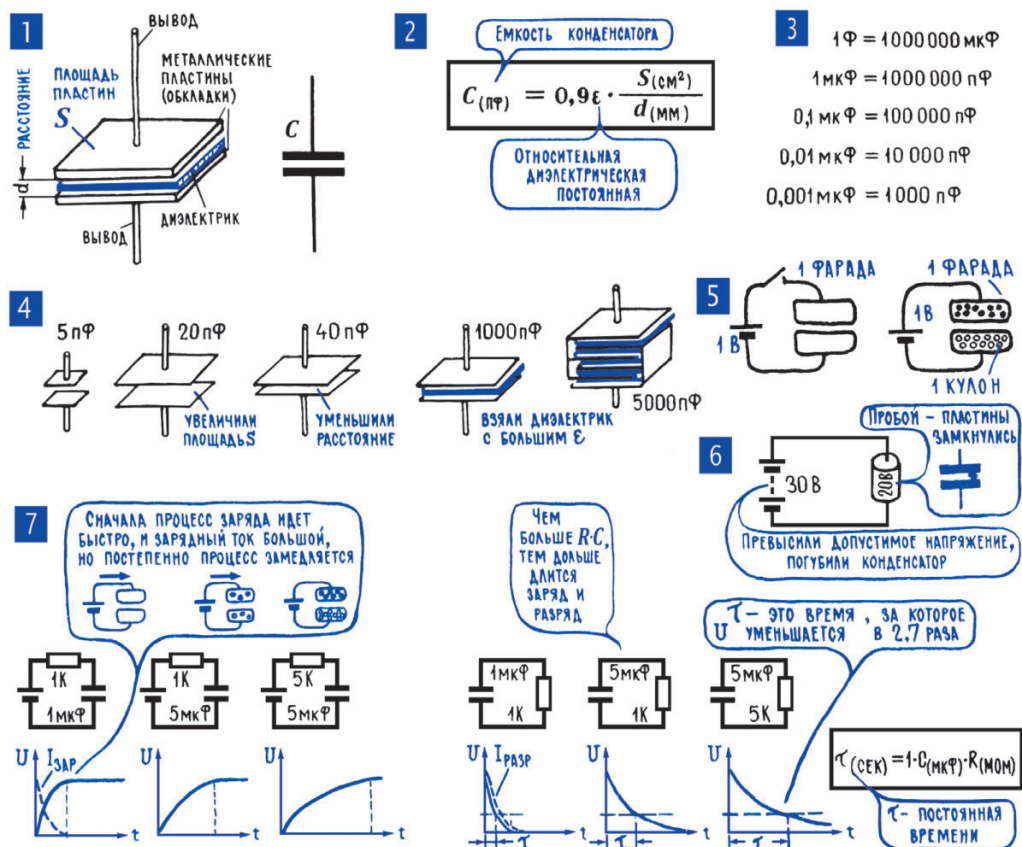

Рис. 4.14. Конденсаторы
Если расположить одну над другой две металлические пластины и на короткое время подключить их к генератору, то на пластинах накопится какое-то количество зарядов, и они будут оставаться там довольно долго. То, что заряды не уходят с пластин, можно упрощенно объяснить так: пластины эти находятся близко, и разноименные заряды своими электрическими полями притягиваются друг к другу и не дают друг другу уйти с пластин. Такой пластинчатый накопитель зарядов называют конденсатором (рис. 4.14; 1) и на схемах обозначают буквой С (от слова capacitor – накопитель). Конденсаторы различаются формой пластин и веществом (изолятором), которое находится между ними. Обкладки конденсатора – так часто называют его пластины – в простейших случаях выполняют в виде дисков, вставленных друг в друга трубок или свернутых в спираль металлических лент из фольги.
14. Емкость конденсатора характеризует его способность накапливать заряды; единица измерения емкости – фарад. Количество зарядов, которое накапливается на конденсаторе, зависит от того, каким напряжением его заряжали: чем больше это напряжение, тем больший заряд оно втолкнет на пластины при прочих равных условиях. А еще количество накопленных зарядов зависит от свойств самого конденсатора. О его способности накапливать заряды говорит особая характеристика – емкость конденсатора. Единица электрической емкости – *фарад*, такая емкость будет у некоторого условного конденсатора, в котором под действием зарядного напряжения 1 вольт накопится заряд в 1 кулон (рис. 4.14; 5). Емкость конденсатора тем больше, чем больше площадь его пластин (иногда для увеличения этой площади делают конденсаторы с большим числом параллельно соединенных пластин) и чем меньше расстояние между ними (чем ближе пластины, тем сильнее притягивающее поле одной из них действует на заряды, которые находятся на другой). Кроме того, емкость определяется свойствами вещества между пластинами. О них говорит характеристика вещества, которая называется *диэлектрической проницаемостью* ϵ : чем она
Важная характеристика конденсатора – его рабочее напряжение. Оно обычно указано на корпусе, и превышать его при зарядке конденсатора нельзя. Это может привести к пробое или к разрушению диэлектрика, пластины конденсатора замкнутся, и он превратится в обычный проводник (рис. 4.14; б).
15. Время заряда (разряда) конденсатора зависит от его емкости и от сопротивления зарядной (разрядной) цепи. В момент, когда мы подключаем конденсатор к электрическому генератору, в цепи появляется некоторый зарядный ток – это свободные электроны идут к одной обкладке конденсатора и уходят с другой, происходит накапливание зарядов на обкладках (рис. 4.14; 7). Зарядный ток будет протекать до тех пор, пока конденсатор не примет все, что он может принять, пока не запасет столько зарядов, сколько позволяет его емкость. Чем больше емкость, чем больше зарядов должен накопить конденсатор, тем дольше будет продолжаться процесс заряда, тем дольше будет существовать в цепи зарядный ток. Но как только заряд конденсатора закончится, этот ток прекратится. Если последовательно с конденсатором в зарядную цепь включить резистор, то он ограничит ток в цепи, и процесс заряда конденсатора будет длиться дольше.